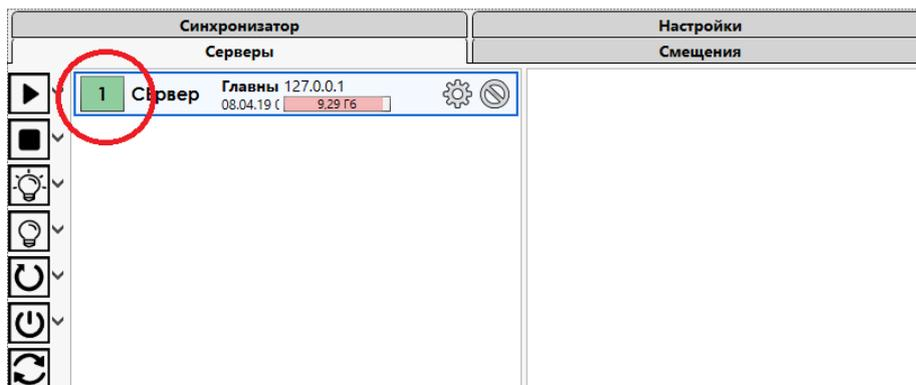

Рисунок 11 – Обновленный статус сервера
4.2.2 Активировать серверы, если они не активны, используя кнопку , обновить статус сервера с помощью кнопки  и запустить сервер, нажав кнопку  (Рисунок 11). Об успешном запуске сервера сигнализирует поменявшийся на зеленый статус сервера (Рисунок 11).